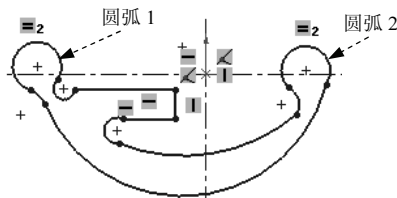

图 2.14.4 添加“相等”约束
Step 1 添加图 2.14.4 所示的“相等”约束。按住 Ctrl 键, 选取图 2.14.4 所示的圆弧 1 和圆弧 2, 系统弹出“属性”对话框, 在 **添加几何关系** 区域中单击 **= 相等(Q)** 按钮。